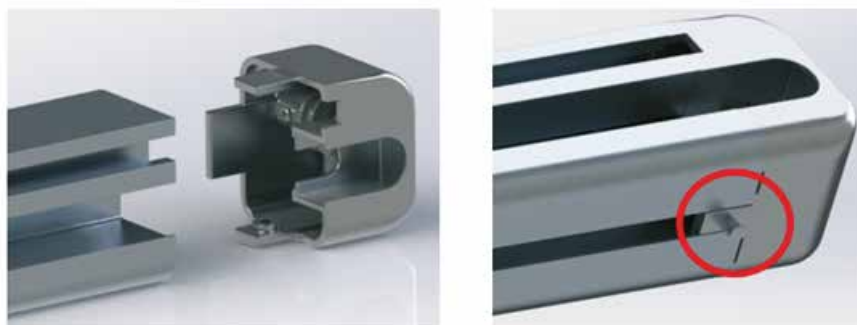

Fig. 28. Installation des embouts de coulisses
► Fixez les embouts de coulisses, assurez-vous que la drisses est au bon emplacement. (Fig. 28)